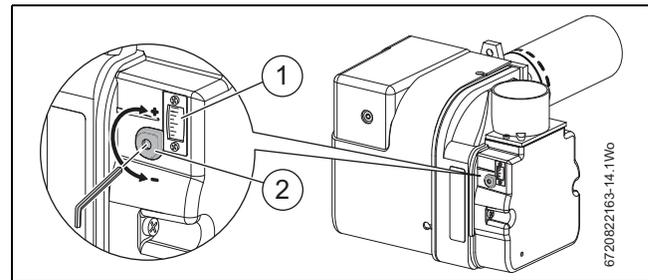

Bild 48 Einstellen der Luftklappe
- ▶ CO₂-Werte erneut prüfen. Luftklappe so einstellen (Abb. 48, S. 28, [1]), dass die richtigen CO₂-Werte erreicht werden.